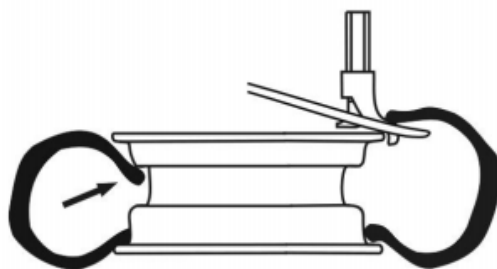

Abb.23
- Drücken Sie den Hebel wie in Abb.22-2 und das Rad wie in Abb.22-1, bis der obere Rand des Rads wie in Abb.23 dargestellt ist. Drücken Sie den Hebel langsam, bis der obere Rand des Rads am Montagekopf hängt.